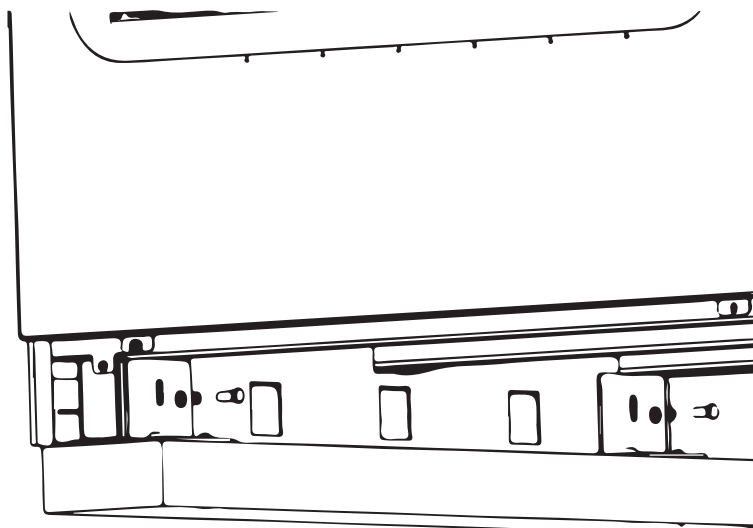

Рисунок 11 - Разборка деревянных опор
3. с помощью гаечного ключа S=10 мм выверните крепежные болты и снимите деревянные опоры (см.рис.11). Болты с шайбами и опоры рекомендуется сложить в пакет вместе с упаковкой для хранения;